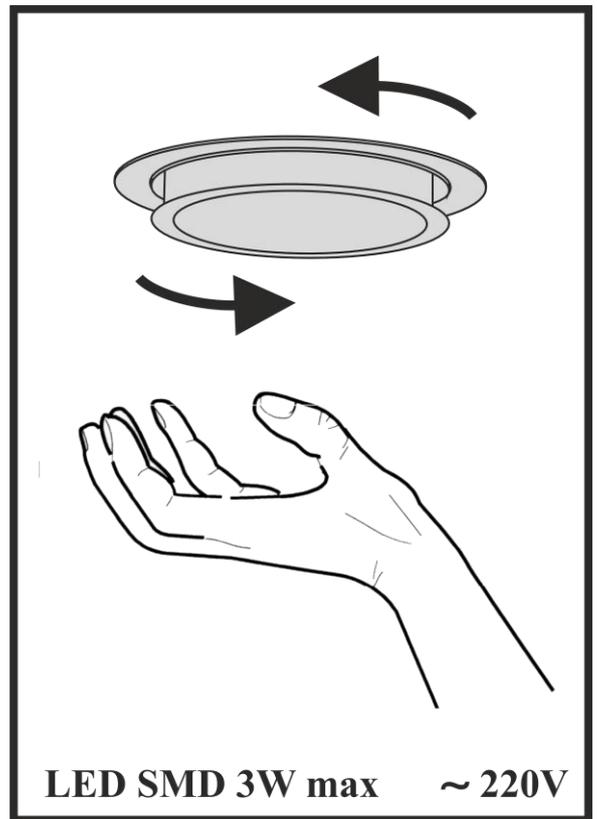

Рис.7
7.12 На вытяжке установлении **LED SMD** лампы подсветки рабочей зоны плиты. Перед началом замены ламп освещения необходимо отключить вытяжку от электросети, дать возможность охолонуть лампам. Для замены лампы необходимо снять алюминиевый фильтр, отжать держатель патрона так, чтобы лампа вышла из корпуса вытяжки и повернуть ее против часовой стрелки (**рис.7**). Вместо нее необходимо установить новую с теми же характеристиками и установить фильтр.